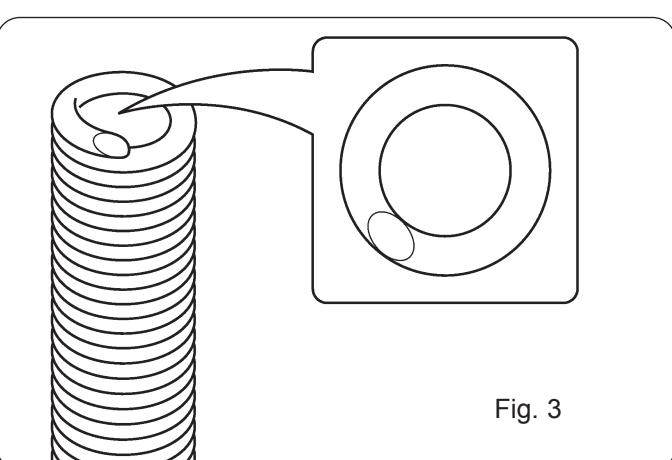

Fig. 3
- Retirar o guia, cortar a parte terminal da medida precedentemente levantada (veja fig. 2). O corte deve ser efectuado com um utensílio muito afiado, de modo a não causar rebarbas que obstruam a passagem do fio (veja fig. 3).